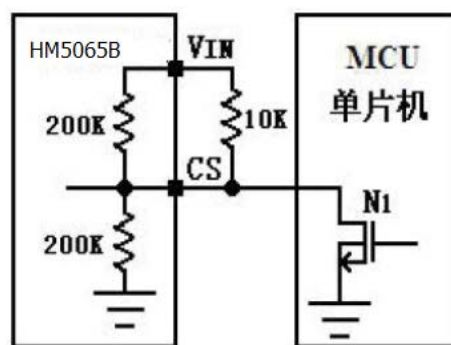

图 6 受外部控制的 4.2V 锂离子电池充电状态与停机状态的切换
4.2V 锂离子电池充电状态与停机模式的切换。如图 6 所示，通过一个开漏输出端口与 CS 端连接，如果 NMOS 管栅极输入低电平，N1 截止，此时 CS 端接高电平，则充电截止电压为 4.2V，HM5065B 为锂离子电池充电。当 NMOS 管栅极输入高电平，N1 导通，此时 CS 端被下拉到 GND，HM5065B 为停机模式。